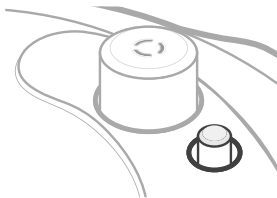

Abbildung 1.7
- Ein ausgefahrenes Schwimmerventil bedeutet, dass im Inneren Druck herrscht. [Abbildung 1.7]